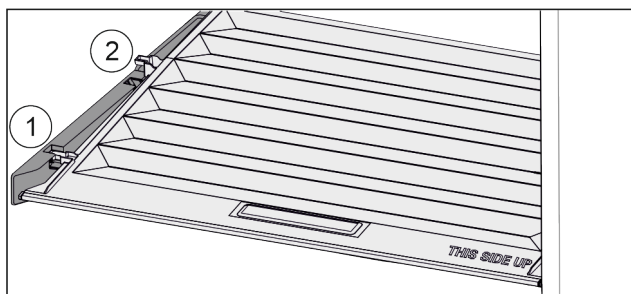

Fig. 73
- Потянуть крышку до отверстия в поддерживающих деталях вперед Fig. 73 (1).
- Поднять сзади снизу и извлечь Fig. 73 (2) движением вверх.